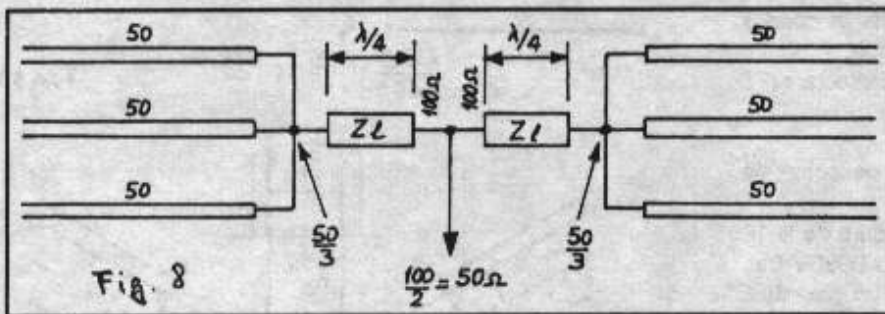

Fig. 8
4) A doua opțiune DL6WU (ref. 10) (fig. 8).